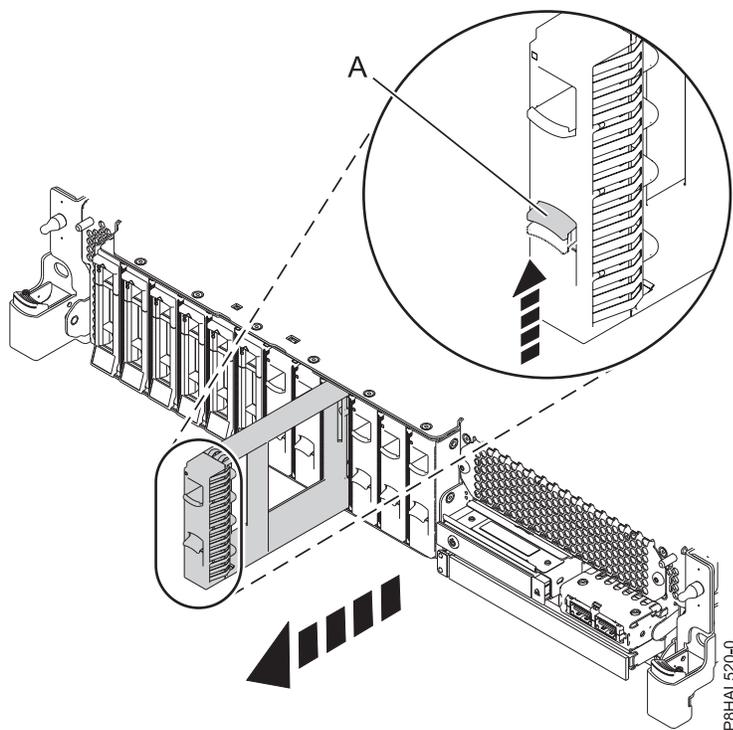
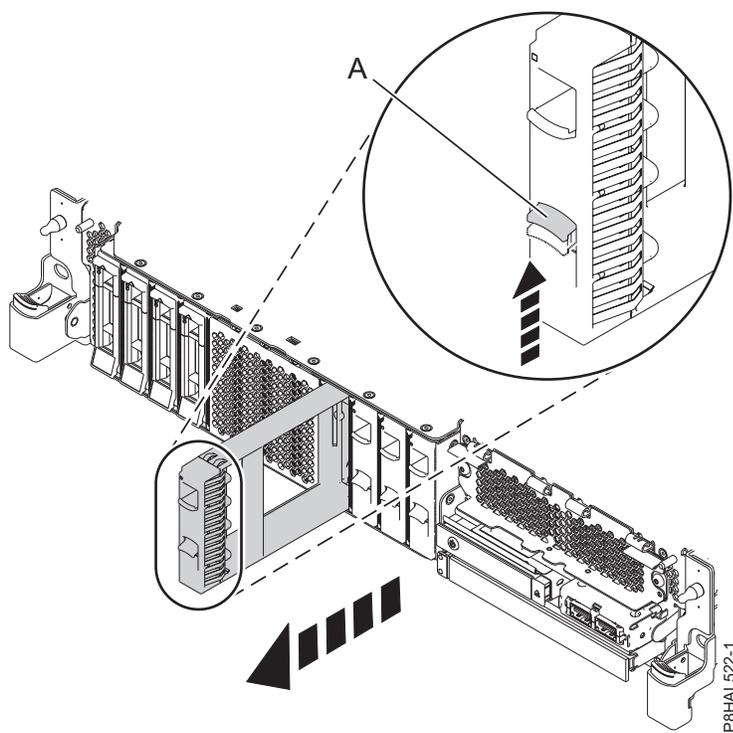

Figure 100. Retrait d'un obturateur d'unité de disque d'un système à fonction de base
Figure 101. Retrait d'un obturateur d'unité de disque d'un système à fonction étendue
3. Appuyez sur le verrou (**A**) situé sur la poignée de l'obturateur dans la direction indiquée à la figure 100, à la page 101 et à la figure 101, à la page 101.